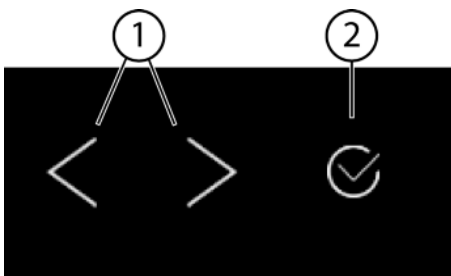
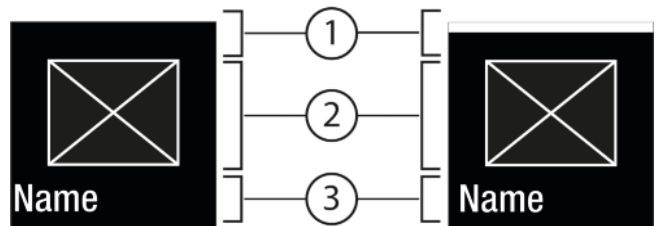
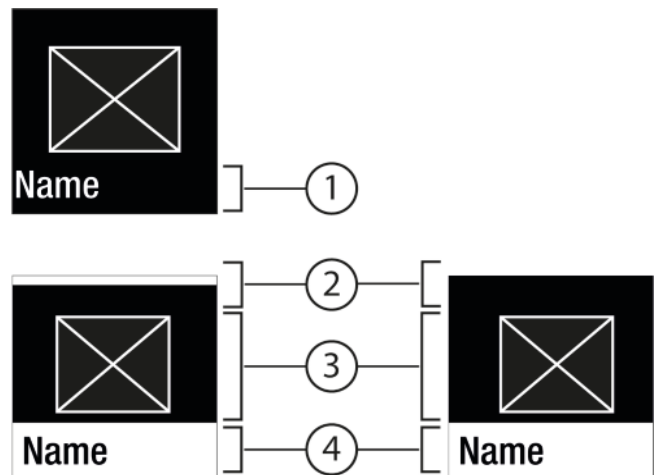

Fig. 5
Fig. 6
Fig. 7
- (1) Flechas de navegación izquierda / derecha (2) Confirmar
Flechas de navegación izquierda / derecha Fig. 5 (1):
Confirmar Fig. 5 (2):
- Navegación con la flecha de navegación izquierda / derecha Fig. 5 (1).
- Con Confirmar Fig. 5 (2) activación / desactivación de la función Fig. 6 (1) / ajuste Fig. 6 (1).
- Acceso al Submenú Fig. 5 (2) con Confirmar Fig. 7 (4).
- Ajuste de nuevo valor: Selección de un valor desactivado Fig. 5 (2) con Confirmar Fig. 6 (1).
- Regreso al menú: Selección del valor ya activado Fig. 5 (2) con Confirmar Fig. 6 (2).
- ▶ Pulse las flechas de navegación Fig. 5 (1) hasta que se muestre .
- ▶ Pulse Confirmar Fig. 5 (2).
- ▶ Pulse las flechas de navegación Fig. 5 (1) hasta que se muestre la función.
- ▶ Seleccione el valor de ajuste con las flechas de navegación Fig. 5 (1).
- ▷ Estado: activado Fig. 6 (1) aparece brevemente en el submenú Fig. 7 (4).
- ▶ Pulse las flechas de navegación Fig. 5 (1) hasta que se muestre  Ajustes.
- ▶ Pulse las flechas de navegación Fig. 5 (1) hasta que se muestre el ajuste deseado.
- ▶ Pulse Confirmar Fig. 5 (2) durante 3 segundos.